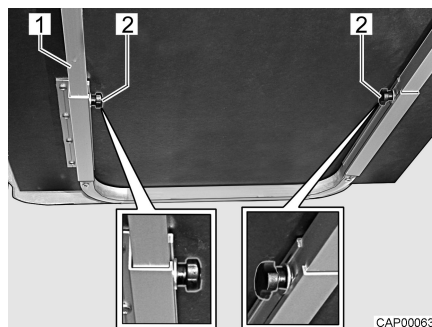

Bild 27 Förskjuta/förstora hängbordet
- Lossa de räfflade skruvarna (Bild 27,2).
- Lyft upp bordsskivan något framtill och dra ut det till stoppläget. Bordsförlängningen (Bild 27,1) är helt utdragen.
- Lyft upp bordsskivan något framtill och dra till stoppläget. Bordsförlängningen (Bild 27,1) är helt inskjuten.